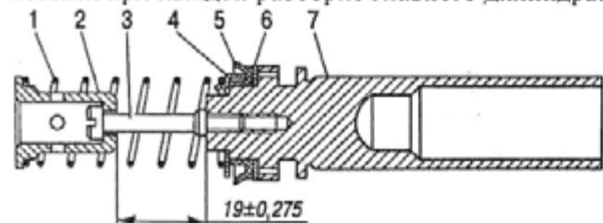

Рис. 243. Первичный поршень главного цилиндра:
12. Снимите с поршня направляющую втулку 9, наружную манжету 8 и упорное кольцо 7. Не рекомендуется без необходимости вывертывать винт 3 (рис. 243) держателя 2 пружины. Если такая разборка необходима, то после устранения неисправности заверните винт 3 крутящим моментом 1,7-2,2 Н·м (0,17-0,22 кгс·м).
3. Соберите первичный поршень, как показано на рис. 243 и проверьте размер $19 \pm 0,275$ мм (не регулируется).